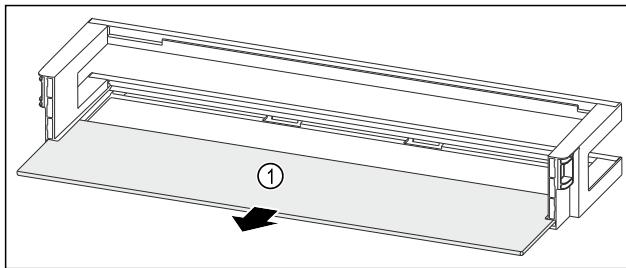

Fig. 89 Дверная полка со съемной полкой
- Извлеките съемную полку *Fig. 89 (1)*.